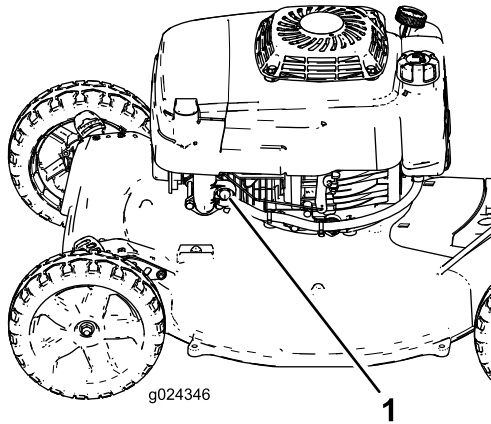

Figura 14
2. Empurre o êmbolo (Figura 14) que prende a lâmpada com firmeza durante um segundo.